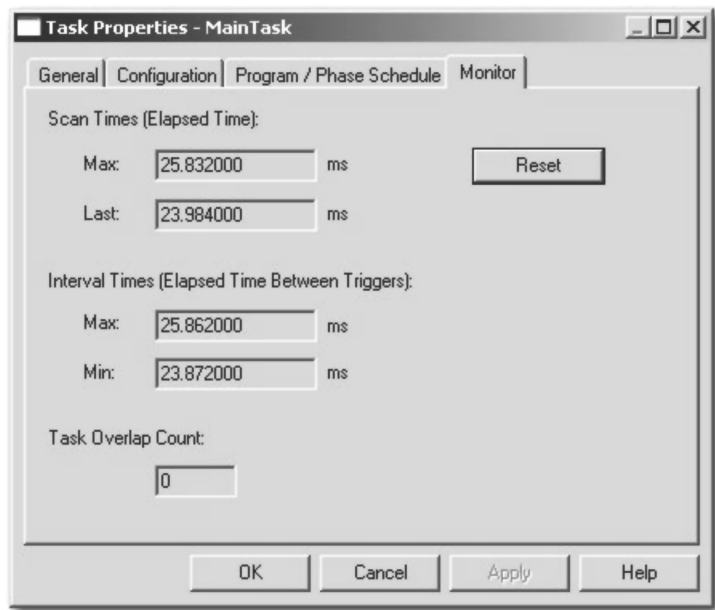

图 12-2 打开的任务属性窗口
6. 出现“任务属性-主任务”（Task Properties-MainTask）窗口后，单击“监视”（Monitor）选项卡，如图 12-2 所示。
7. 可看到，连续任务的扫描时间约为 23.872ms 到 25.862ms（见图 12-2）。